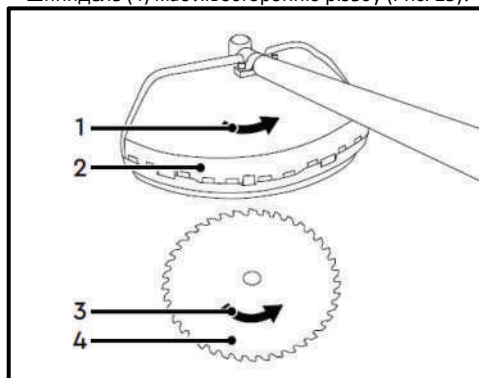

Рис. 25
- Шпindel (4) має лівосторонню різьбу (Рис. 25)!
- Розташуйте ріжучий ніж (4) так, щоб стрілка (3), яка на ньому зображена, була спрямована в тому ж напрямку, що і стрілка (1) на захисному кожусі (2) (Рис. 25).